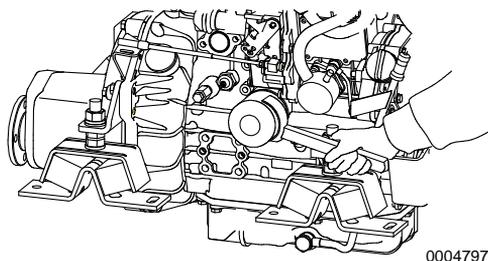

Figure 2
2. Tournez le filtre d'huile moteur **Figure 2** dans le sens contraire des aiguilles d'une montre à l'aide d'une clé à filtre.